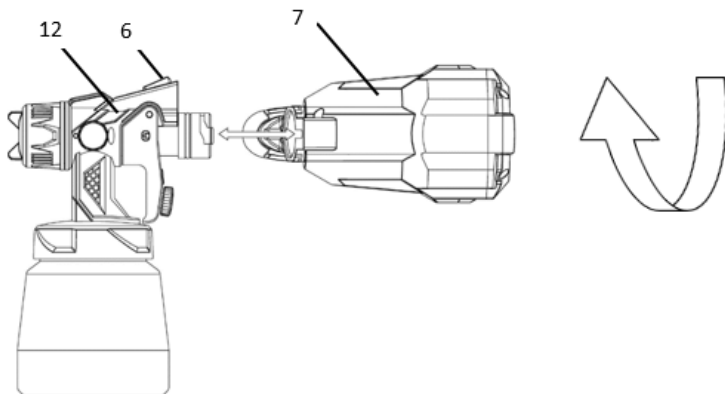

Рисунок 2
Для з'єднання частин потрібно вставити блок нагнітання повітря (7) в блок розпилення (12) і повернути його на 90° за напрямком вказаним стрілкою. Для роз'єднання – натиснути кнопку (6) й повернути у протилежному напрямку (Рисунок 2).